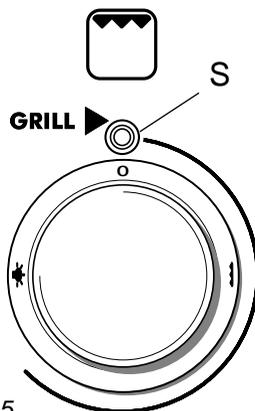

Fig. 4.5
- Ruotare la manopola di fig. 4.5 fino a far coincidere il simbolo grill  con il riferimento del cruscotto; si avrà così l'accensione del grill elettrico.
La spia "S" accesa (Fig. 4.5) segnala il funzionamento del grill.
Per accendere la lampada ruotare la manopola di fig. 4.5 fino a far coincidere il simbolo lampada  con il riferimento del cruscotto.